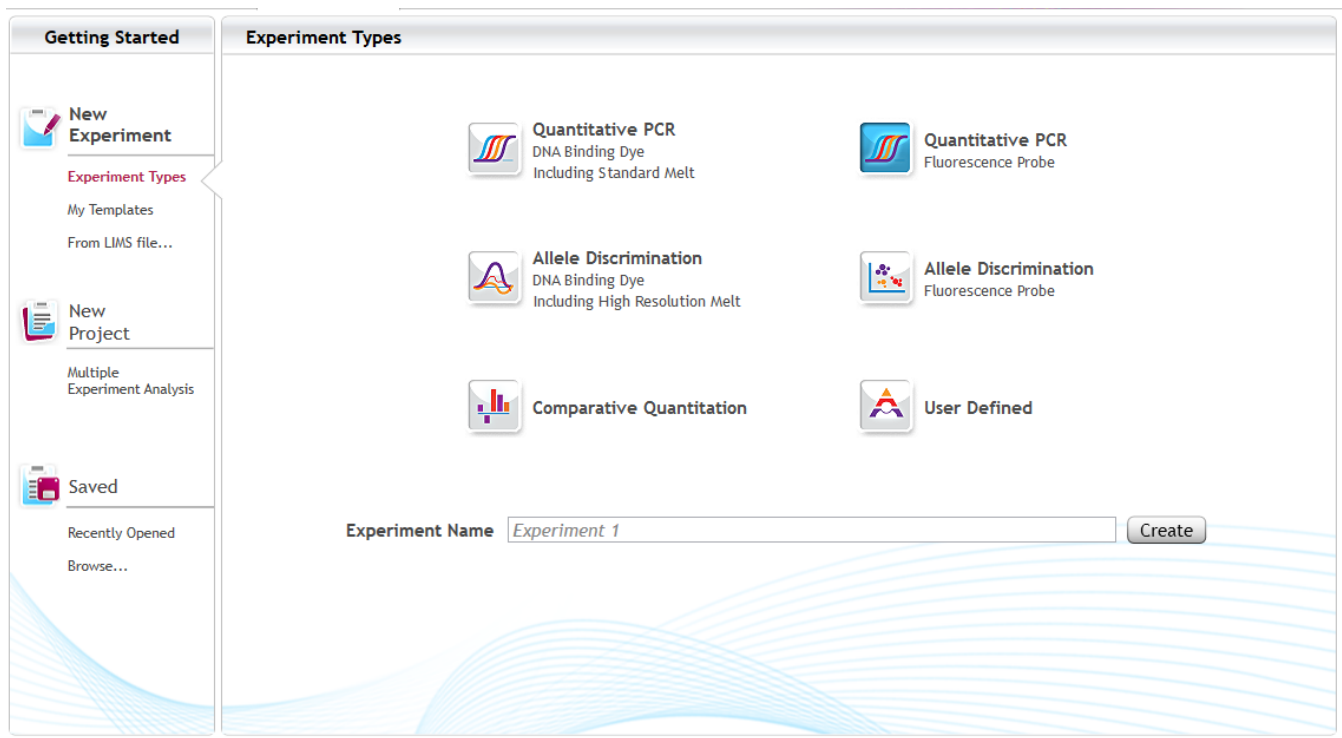

Abbildung 2 Aria-Bildschirm „Getting Started“ (Erste Schritte) – nach Auswahl von **Quantitative PCR, Fluorescence Probe** (Quantitative PCR, Fluoreszenzsonde)
- 3 Wählen Sie in der Mitte des Bildschirms **Quantitative PCR, Fluorescence Probe** (Quantitative PCR, Fluoreszenzsonde) aus, wie in **Abbildung 2** gezeigt.